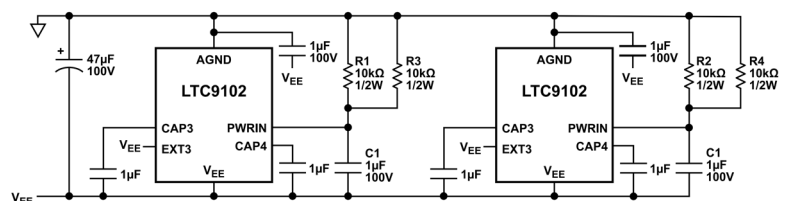

図 48. 3.3V 内部電源使用時の電源構成
3.3V 内部レギュレータ使用時のブルアップ抵抗構成を図 48 に示します。バイパス抵抗 R1、R2、R3、R4 は、LTC9102 に発生する熱を外部に放出します。PWRIN ピンの電圧は、LTC9102 の動作モードと、それに対応する消費電流に従って変化します。バイパス抵抗が提供する電流以上の電流が消費される場合は、スタートアップ・レギュレータが電圧を 6V (代表値) に維持します。スペースに制約のあるアプリケーションでは、ブルアップ抵抗なしで LTC9102 を動作させることができます。